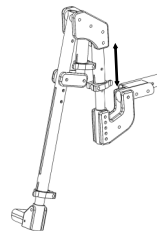

fig. 22: Inserimento/Disinserimento tubo poggia-gamba
* **Versione verticale elevabile e telescopica** (fig. 22)